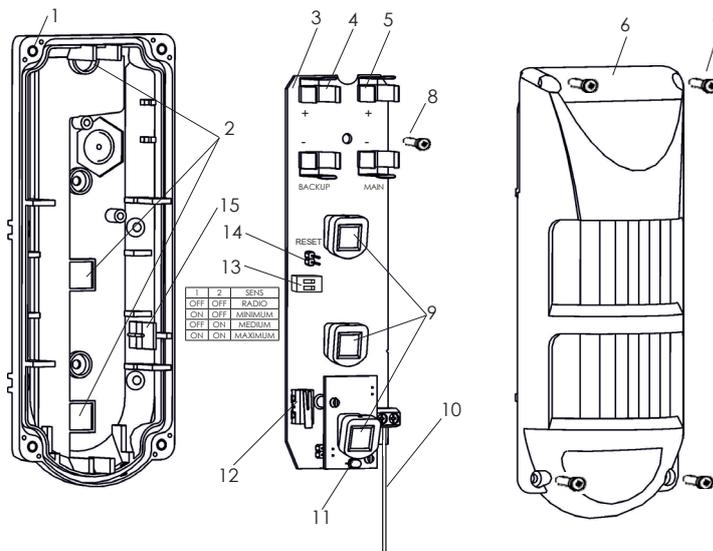

Рисунок 1 – Конструкция «Ri-OMD-1»
Датчик (рисунок 1) состоит из основания (1), печатной платы (3) и крышки (6). На печатной плате расположены держатели двух батарей CR123A – основной (5) и резервной (4), три ИК пироприемника (9), антенна (10), входит в комплект поставки, двухцветный световой индикатор (11), датчик вскрытия корпуса (12), DIP-переключатель (13) и контакты RESET (14). Печатная плата фиксируется на основании защелкой (15) и винтом (8). Крышка (6) крепится к основанию (1) четырьмя винтами (7) с использованием герметизирующей прокладки.